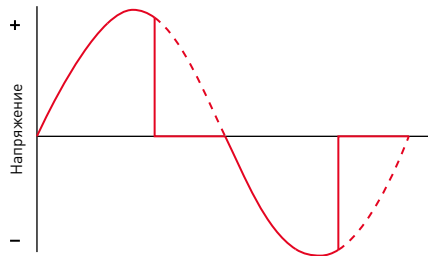

Рисунок 2. Диммирование по заднему фронту (Trailing edge).
- 3.10. Данный диммер работает с отсечкой фазы по заднему фронту — Reverse phase control, Trailing edge (см. Рисунок 2).